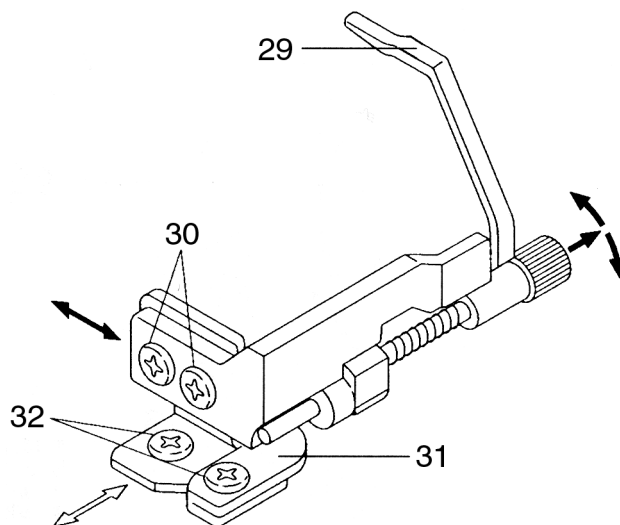

Рис. 46
- Слегка ослабьте крепежные винты 30 (рис. 46).